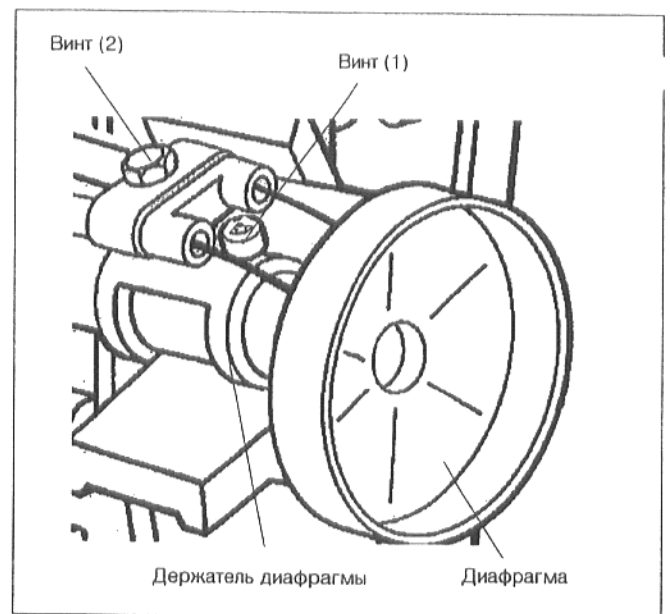

Рис. 12
- Ослабить винт (1) держателя диафрагмы (рис. 12).
- При необходимости ослабить винт с внутренним шестигранником (2) держателя электродов зажигания (рис. 12). Теперь можно при необходимости осуществить замену электродов зажигания.